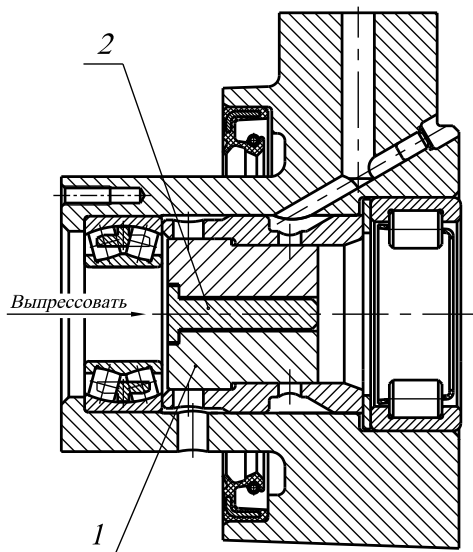

Рис. 12. Выпрессовка распорной втулки
9. Отвернуть болты крепления 19 упорного фланца 16, выпрессовать наружную распорную втулку 21 и наружную обойму заднего подшипника. Во избежание передачи осевого усилия через сепаратор переднего подшипника, выпрессовку необходимо проводить с помощью специального приспособления, как показано на рис. 12 и 13. После этого извлечь из корпуса передний подшипник.